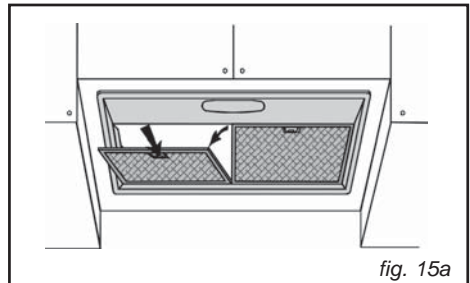

fig. 15a
• Demontage van de vetfilter (fig.15a-15b)